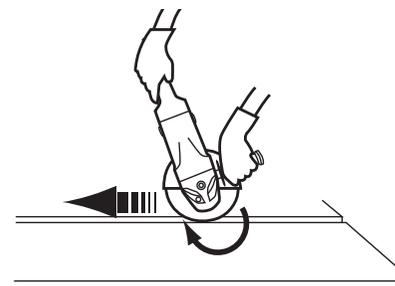

Abb. 21
- Führen Sie das Elektrowerkzeug stets im Gegenlauf, um zu vermeiden, dass dieses unkontrolliert aus dem Schnitt gedrückt wird (Abb. 21).